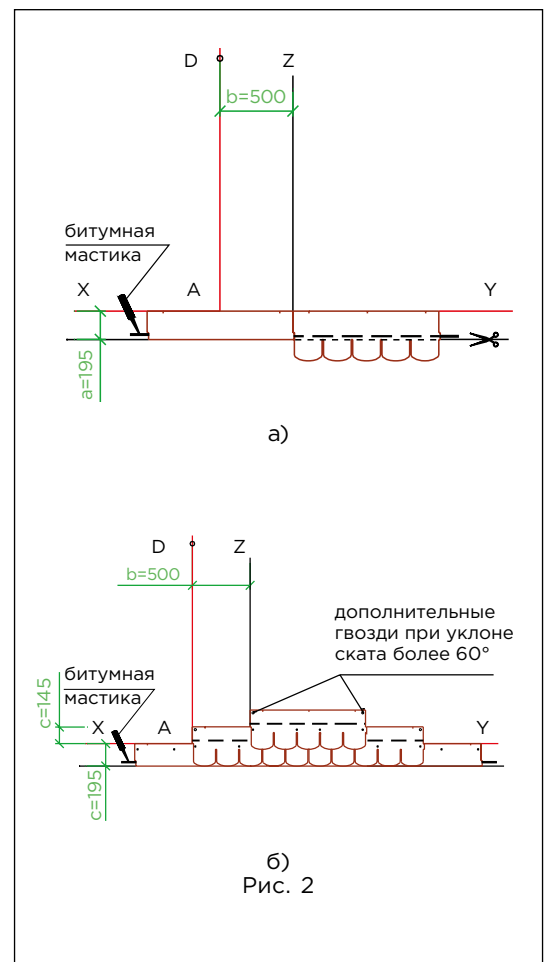

Рис. 2
Укладка материала (рис. 2)
- Начальный ряд формируется из листов черепицы, обрезанных по линии, образованной конечными точками вырезов. Полученные таким образом полосы шириной 195 мм укладываются по линии карниза в обе стороны от линии Z (рис. 2а) и фиксируются по нижнему краю битумной мастикой, а по верхней кромке 4 гвоздями (ось гвоздей на 50 мм ниже верхнего края полосы);
- далее первый ряд черепицы укладывается от линии AD (рис. 2б);
- второй ряд укладывается от линии Z (со смещением 500 мм от AD) (рис. 2б);
Для крепления гибкой черепицы используются гвозди из нержавеющей стали улучшенного прилегания (ершеные, крученые) с гладкими широкими шляпками. Длина гвоздей зависит от толщины сплошного основания, а также от количества слоев гибкой черепицы. Каждый лист черепицы крепится 4 гвоздями в штатных местах таким образом, чтобы гвоздь прошивал и верхний край нижележащего листа черепицы (рис. 2б).